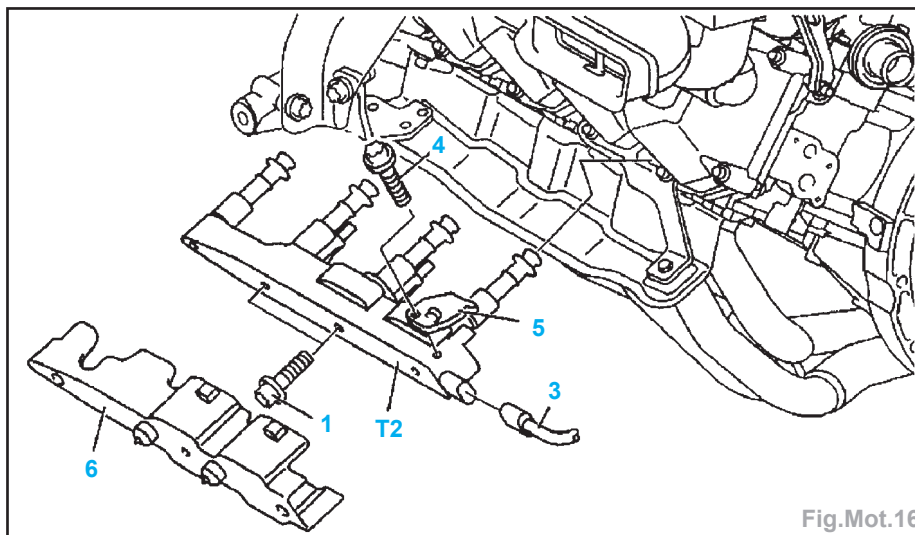

Fig.Mot.16
- Déposer le capot de protection (6) (Fig.Mot.16).
- Retirer le connecteur (3) du module de bobine d'allumage (T2).
- Déposer les vis (1) et (4).